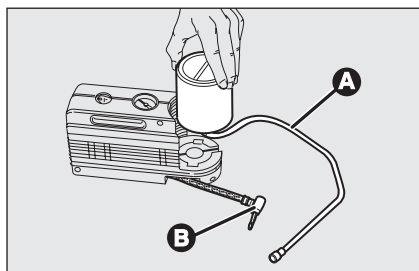

fig. 20
- disinserire l'innesto **B**-fig. 20;